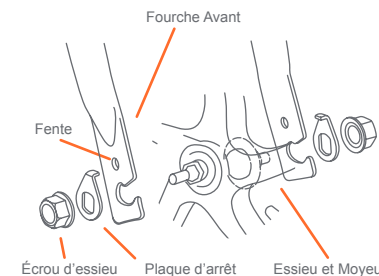

Fig. 3
3) • Faites glisser la plaque d'arrêt sur la roue avant. Assurez-vous que la languette relevée pointe en direction de la fourche et insérez-la dans la fente de la fourche. Avant de serrer la roue, alignez la languette de la plaque d'arrêt avec la fente (Fig. 3).